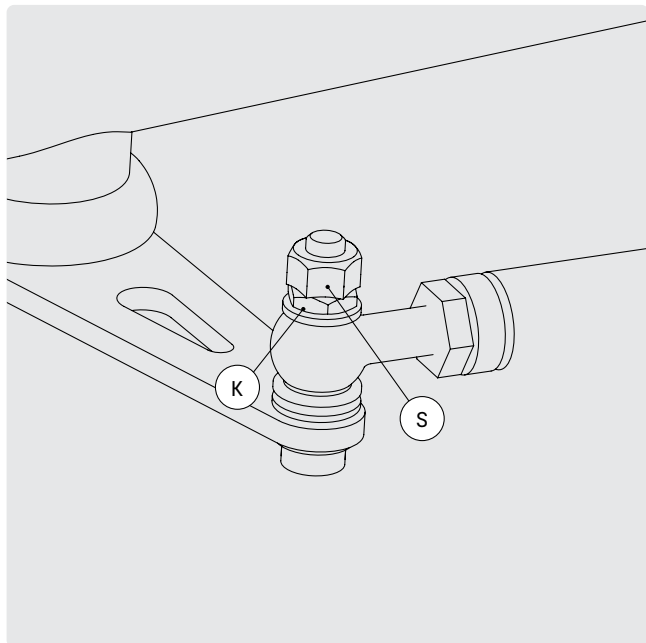

FIG. 32
- Si vous préférez une direction un peu plus dure, resserrez davantage l'écrou plat K de la tringlerie de direction (Fig. 32). À cet effet, vous devez d'abord retirer l'écrou autobloquant S.